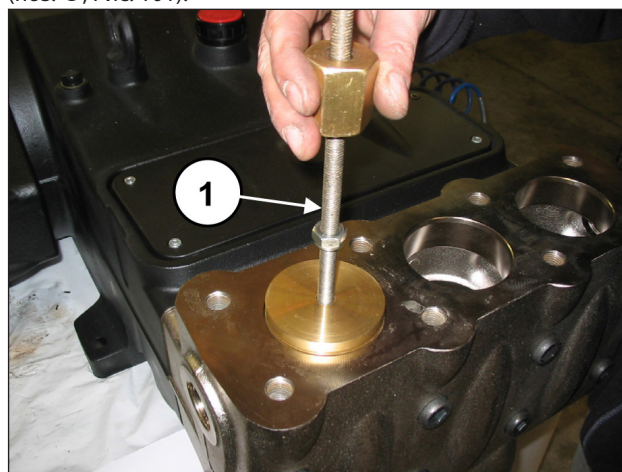

Рис. 101
Извлеките пробку клапана с помощью съемника с ударной массой, установив его в отверстие M10 пробки клапана (поз. ①, Рис. 101).